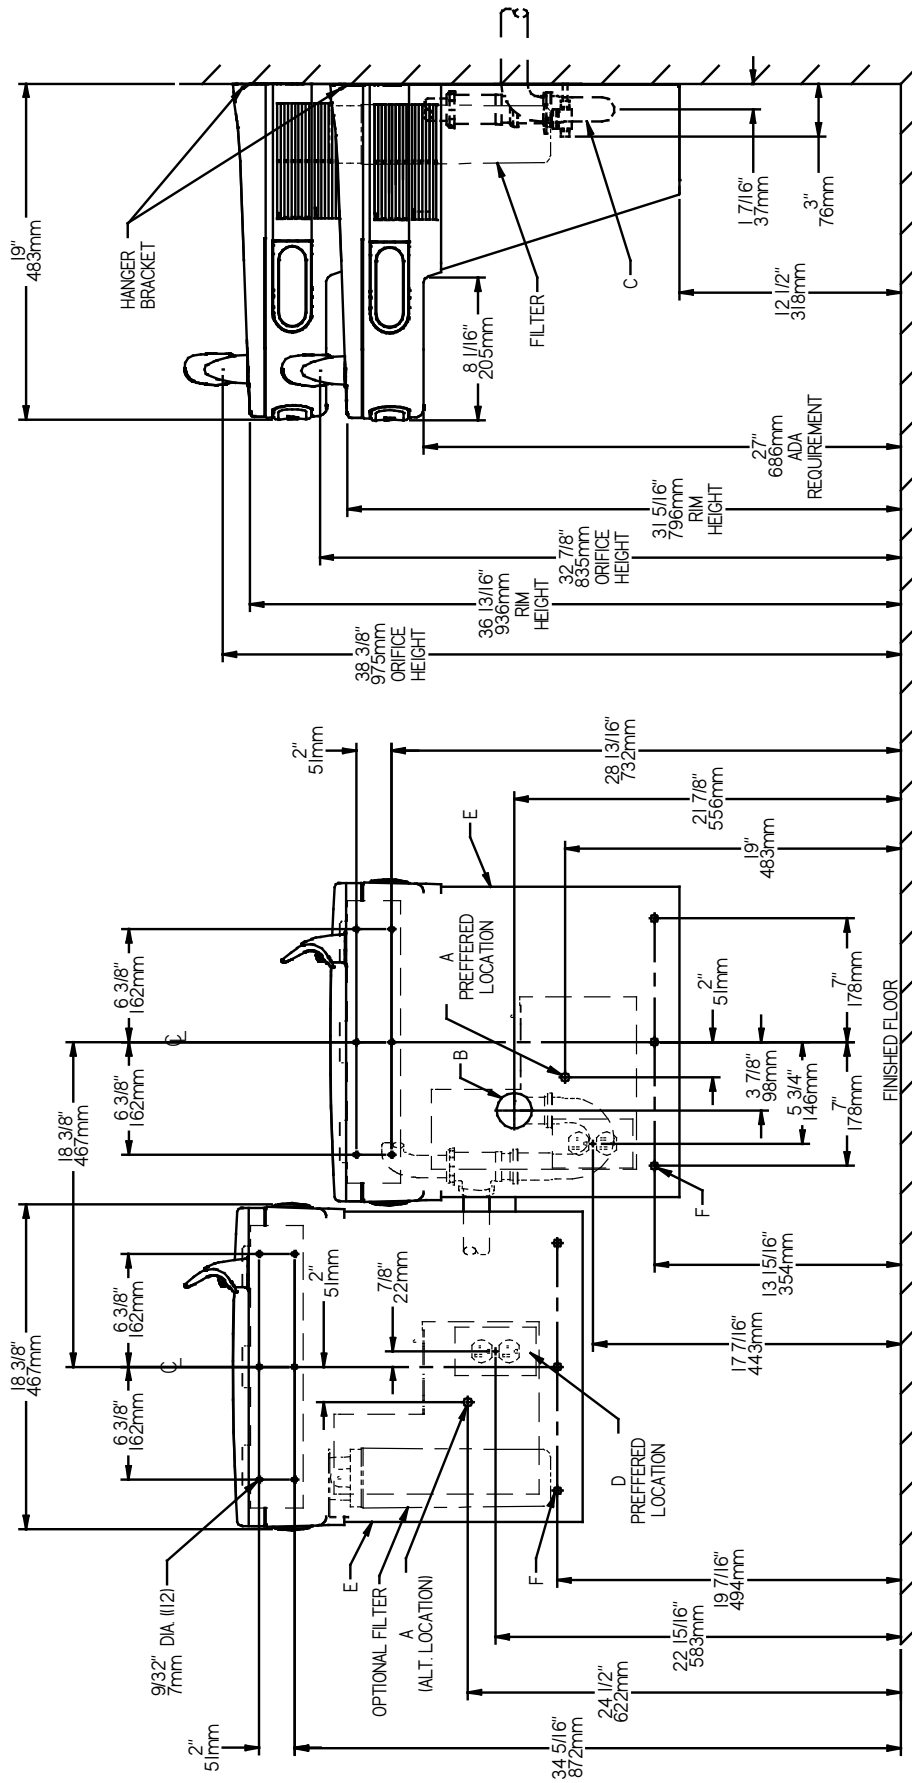

FIG. 2
- 1) Remove hanger brackets fastened to back of cooler by removing one (1) screw.
- 2) Mount the hanger brackets as shown in Figure 2 or 3.
- 3) Hang the cooler on the hanger bracket. Be certain the hanger bracket is engaged properly in the slots on the cooler back as shown in Figure 2 and 3.
- 4) Remove the four (4) screws holding the lower front panel at the bottom of cooler. Remove the front panel by pulling straight down and set aside.
- 1) Retire el soporte fijador que se encuentra conectado a la parte posterior del enfriador sacando un (1) tornillo.
- 2) Monte el soporte fijador de la manera descrita en Fig. 2 y 3.
- 1) Retirez le support de suspension fixé au dos du refroidisseur en retirant une (1) vis.
- 2) Montez le support de suspension comme indiqué dans la figure 2 et 3.
- 3) Pendez le refroidisseur au support de suspension. Assurez-vous que le support est correctement inséré dans les emplacements au dos du refroidisseur, comme indiqué dans la figure 2 et 3.
- 4) Retirez les four (4) vis maintenant en place le panneau frontal au bas du refroidisseur. Retirez le capot inférieur en tirant vers le bas et mettez-le de côté.